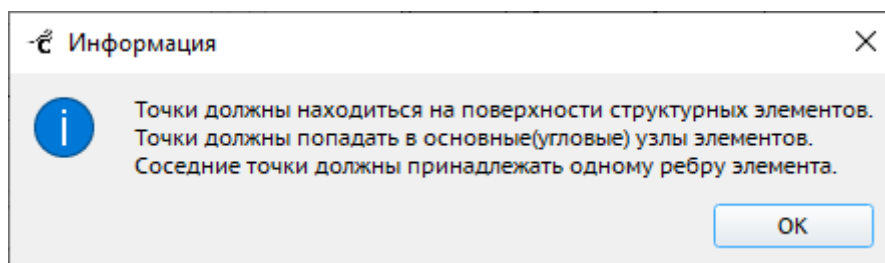

Рисунок 270 – Подсказка для выбора точек
- «Добавить компоненту из модели...» – позволяет создать новую начальную линию непосредственно на модели без перестроения всей КЭМ и повторного расчета гармонического анализа. Необходимо нажать кнопку «Выбрать точки» и щелчком мыши указать на 3D-модели узлы, которые будут образовывать начальную линию. При нажатии на кнопку «Выбрать точки» отобразится подсказка (Рисунок 270).